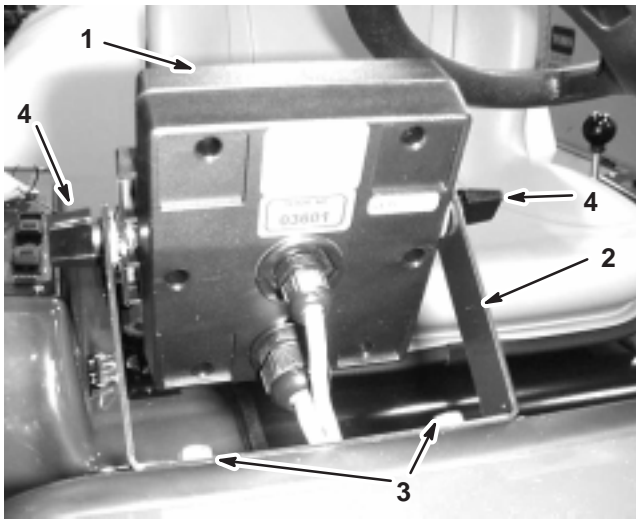

Figure 3
1. Fixez le support du moniteur au tableau de bord (Fig. 3) avec 2 boulons à collerette (1/4 x 3/4 pouce) et 2 écrous à collerette (1/4 pouce).
2. Posez les 2 vis de carrossier, les rondelles en caoutchouc et les boutons sans les serrer sur le support, comme illustré aux Figures 3 et 4.
5. Montez le moniteur Spray Pro sur les têtes des vis de carrossier (Fig. 3) et serrez les boutons pour le fixer en position.